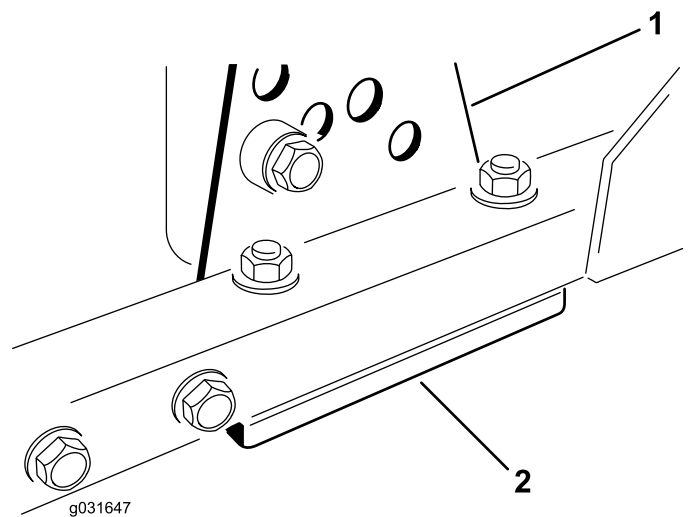

図 72
1. 刈り高ブラケット前、左、右をカuttingユニットのフレームから外す 図 72。
2. カuttingユニットのフレームとブラケットとの間に厚さ 1.5mm または 0.7mm のシム、場合によってはこれらの両方を挿入して、希望する刈り高を達成する 図 72。
3. 余ったシムを刈り高ブラケットの下に入れ、刈り高ブラケットをカuttingユニットのフレームに取り付ける 図 72。